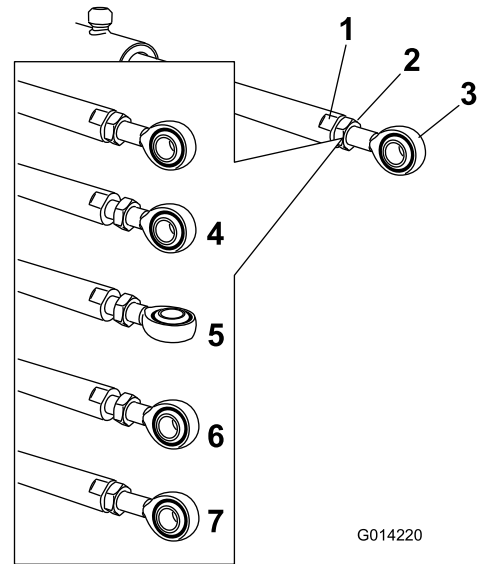

図 97
5. アクチュエータロッドの平たい面にスパナをあてがって回転しないように押さえ、ジャムナットをゆるめて、アイレットロッドを回せるようにする 図 97。
6. アイレットロッドを回転させてアクチュエータを希望の長さに調整する 図 97。